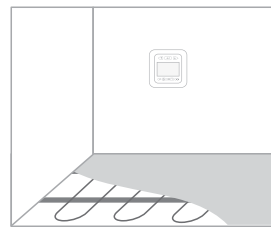

Рис.8
- 7. Залейте площадь укладки нагревательного мата клеевым раствором (Рис.8).**